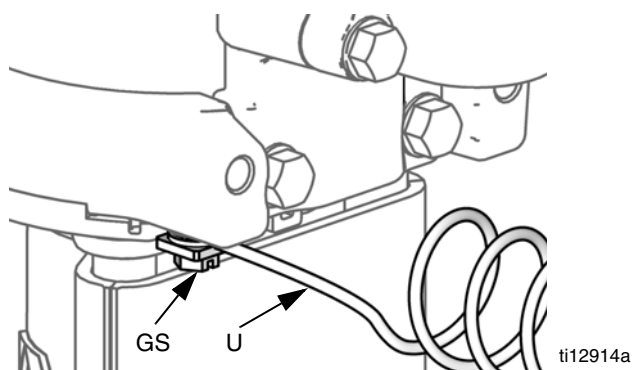

FIG. 2 : Fil de terre
Consultez la FIG. 2. Vérifiez si la vis de mise à la terre (GS) est correctement fixée et serrée sur le moteur pneumatique. Raccordez l'autre extrémité du fil de terre (U) à une véritable prise de terre.